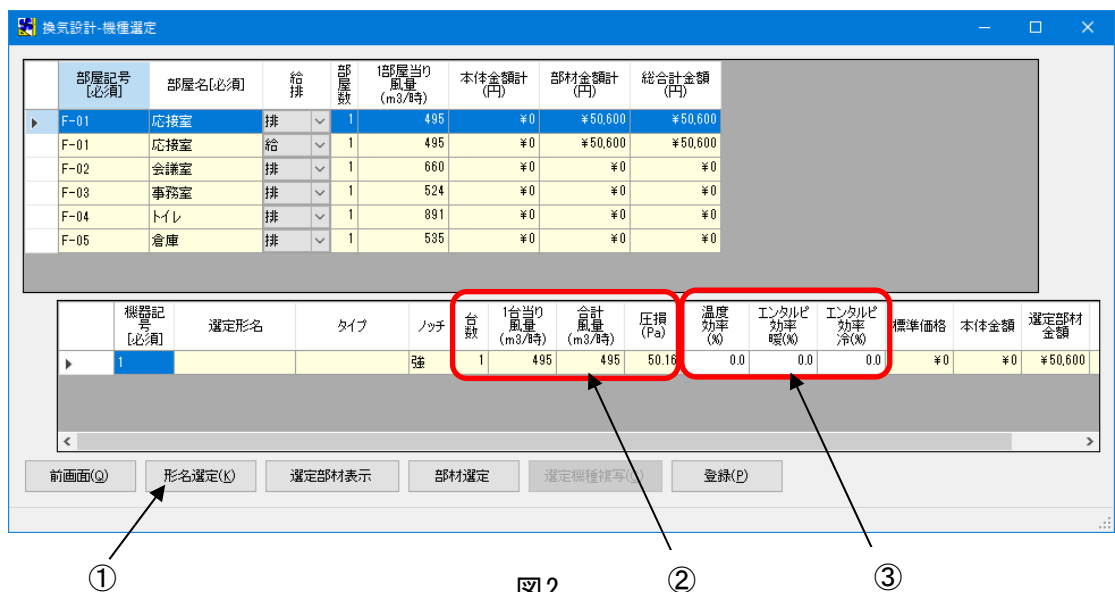

図 2
- (2) [機種選定(K)] ボタンが [形名選定(K)] ボタン(図 2-①) に変わります。
[形名選定(K)] ボタン(図 2-①) をクリックします。
『機種選定』画面の「台数」「風量」「圧損」欄(図 2-②)には計算値が表示されております。
熱交換形換気扇で機種選定される場合は、「温度交換効率」「エンタルピー交換効率」(図 2-③)を入力してから [形名選定(K)] ボタン(図 2-①)をクリックします。